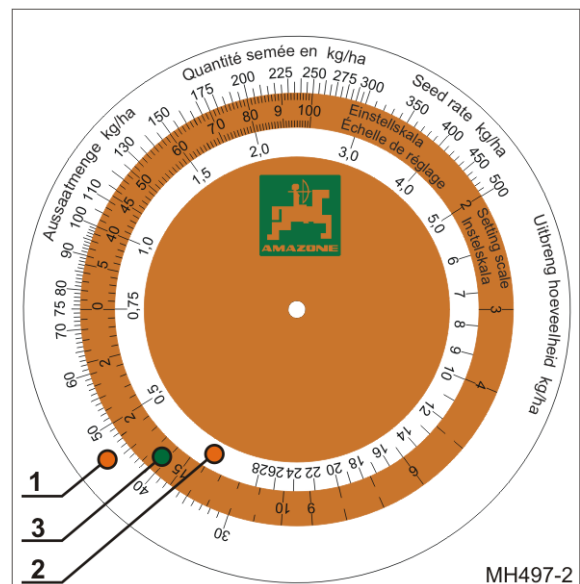

Fig. 41
- eine äußere weiße Skala (Fig. 41/1) für alle Aussaatmengen über 30 kg/ha
- eine innere weiße Skala (Fig. 41/2) für alle Aussaatmengen unter 30 kg/ha
- eine farbige Skala (Fig. 41/3) mit allen Getriebestellungen von 1 bis 100.